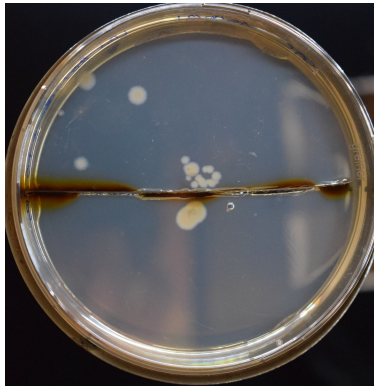

Figure 4: Barrière physique en aluminium
- Au contact de l'humidité du gel de l'oxyde d'aluminium s'est formé et a diffusé dans le milieu, rendant les résultats inexploitable voir Fig. 4